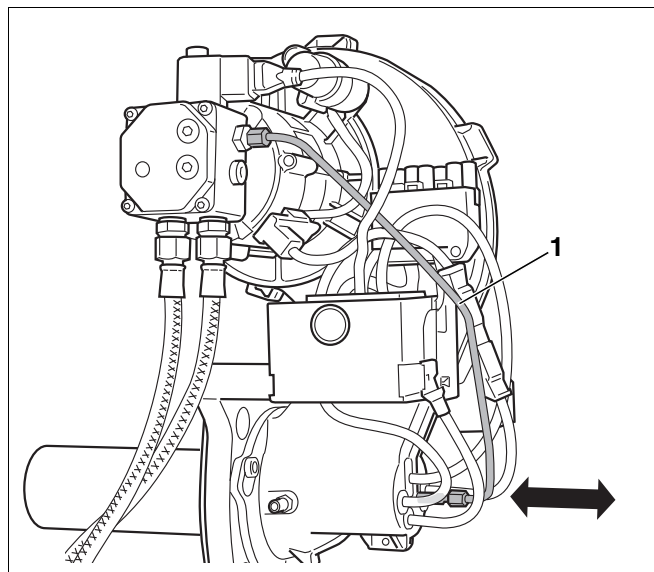

Рис. 34 Проверка правильной установки смесительной системы
- Вытянуть топливный трубопровод (Рис. 34, поз. 1) указанным способом примерно на 5 мм.